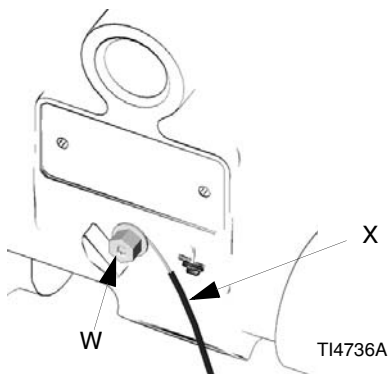

Рис. 2. Подключение провода заземления
- *Насос.* Используйте провод и зажим заземления согласно Рис. 2. Ослабьте винт (W) заземления. Вставьте один конец провода (X) заземления, сечение которого должно составлять минимум 1,5 мм², за винт заземления. Надежно затяните винт. Конец провода с зажимом следует соединить с грунтовым заземлением. Номер провода и зажима заземления по каталогу— 222011.